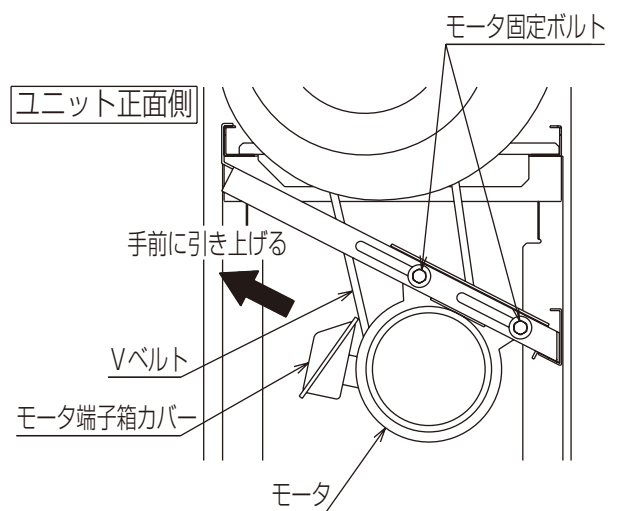

図3
(3) モータの取外し・・・**図3** (正面側からヒーターを組込む場合)
(2) モータ、Vベルトを取外しと逆の手順で取付けてください。・・・図3